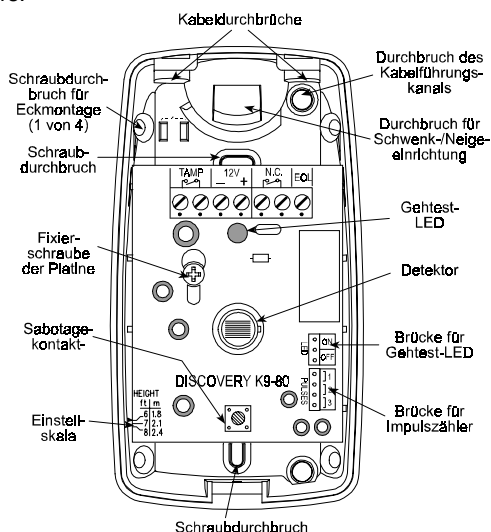

Abb. 5: Innenansicht des DISCOVERY K9-80
D. Brechen Sie die Schraubdurchbrüche gemäß Abbildung 5 aus (im oberen Bereich für Wand- oder Deckenmontage) oder an den abgeschrägten Gehäuseseiten für Eckmontage des Melders.
E. Brechen Sie die erforderlichen Kabeldurchbrüche aus (siehe Abbildung 5).
Der Melder ist mit einem programmierbaren Impulszähler ausgestattet (siehe Abbildung 5). Zum Einstellen des Impulszählers beachten Sie Abbildung 12 und stecken Sie die Brücke entsprechend den Erfordernissen.
Um die beste Reichweite und Tierimmunität zu erreichen, muß die vertikale Ausrichtung auf die exakte Montagehöhe eingestellt werden (siehe Abb. 5). Nach Lösen der Platinenschraubung läßt sich die Platine auf die jeweilige Position verschieben. Nach erfolgter Einstellung läßt sie sich mit der Schraube wieder fixieren.